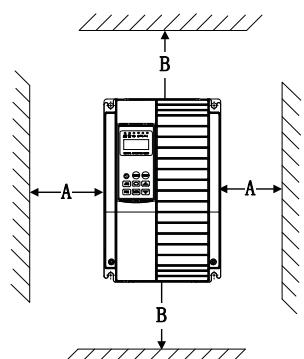

图 3-1 LS590 驱动器各功率等级安装空间要求
1) 请垂直安装驱动器，便于热量向上散发。但不能倒置。若柜内有较多驱动器时，最好是并排安装。在需要上下安装的场合，请参考图 3-1 的示意，安装隔热导流板。
2) 安装空间遵照图 3-1 所示，保证驱动器的散热空间。但布置时请考虑柜内其它器件的散热情况。